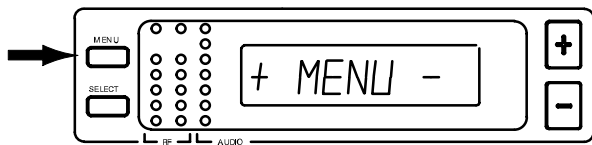

ABBILDUNG 11
- Die MENU-Taste drücken. Die „+ MENU -“ Anzeige erscheint (Abbildung 11).